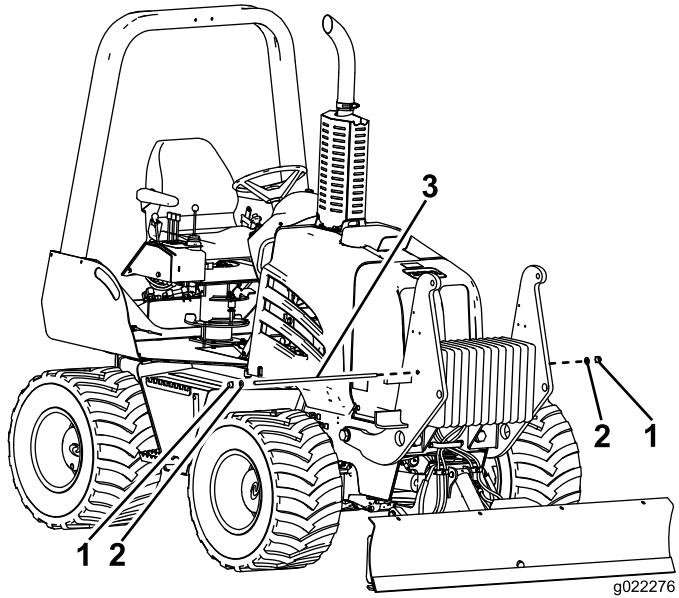

Figura 4
2. Sujete el/los contrapeso(s) al soporte de montaje con la varilla, las arandelas y las contratueras que retiró en el paso 1 de Preparación de la máquina; consulte Figura 4.